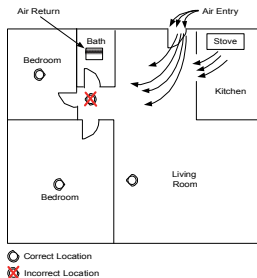

Figure 6: Empfohlene Montagepositionen
- ◆ Im Bereich von Frischluftzufuhr. Durch den Luftstrom könnte Rauch vom Melder weg getrieben werden; dies verringert die Detektionsfähigkeit. Figure 6 zeigt die richtige und falsche Montage zur Veranschaulichung.